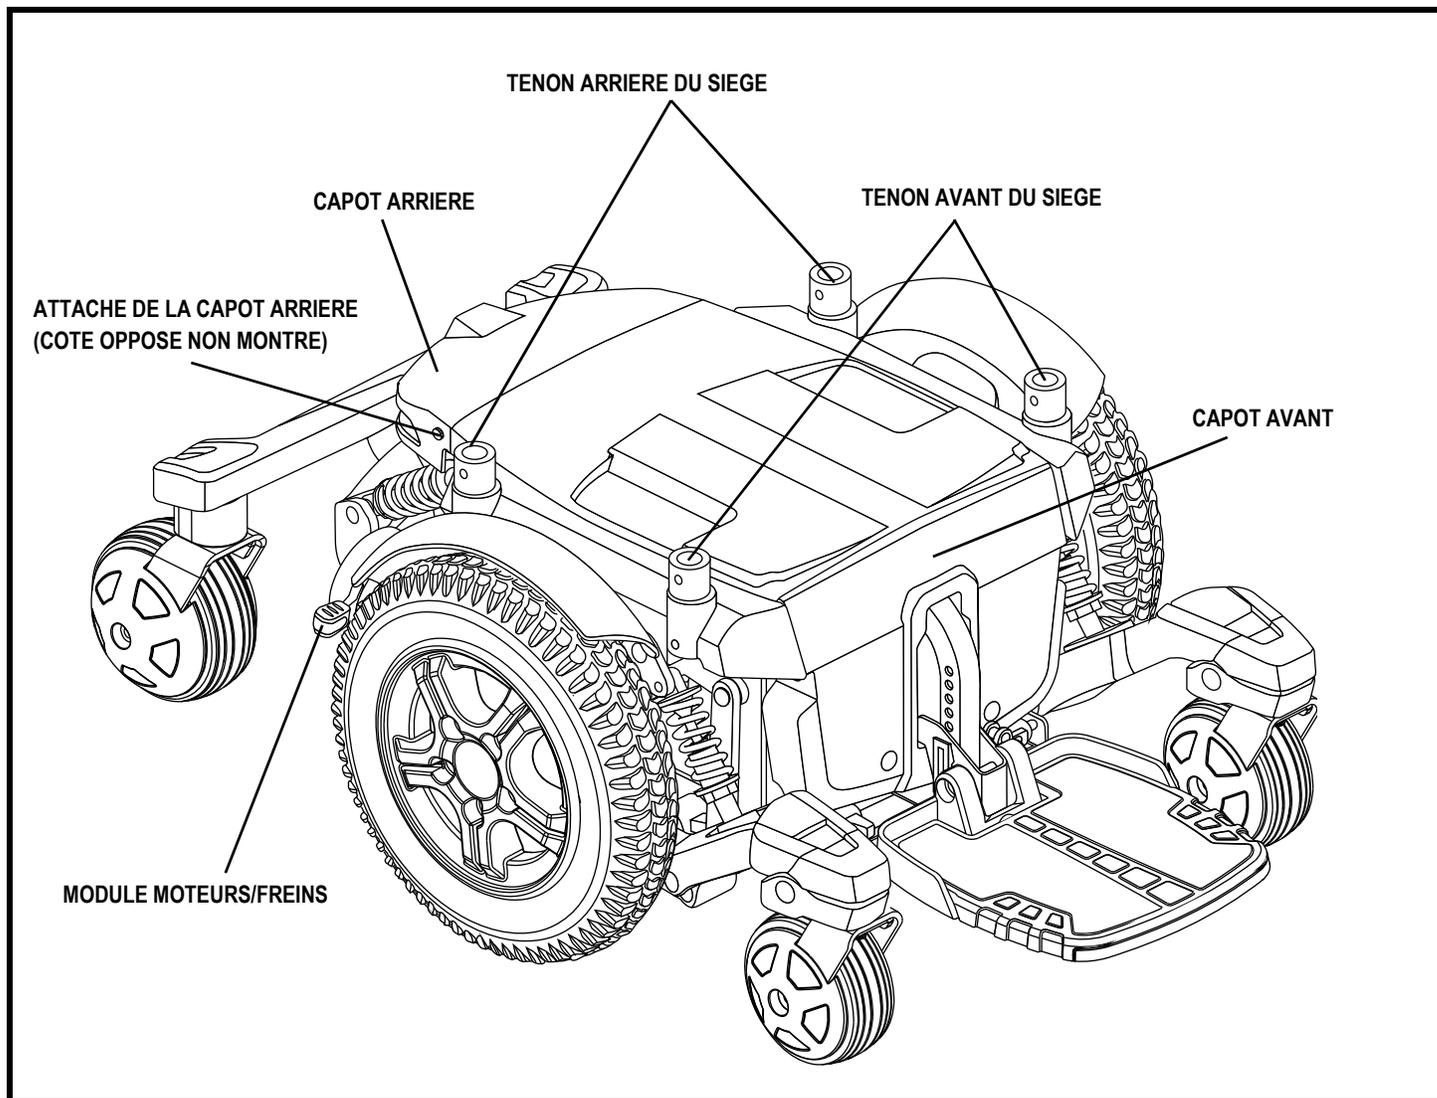

Figure 6. Base motorisée de Quantum 6000
5. Tournez les attaches du capot un quart de tour dans le sens opposé aux aiguilles d'une montre. **Voir la figure 6.**
7. Réinstallez le capot puis resserez les fixations. **Voir la figure 6.**
7. Desserrez les fixations sur le capot et retirez-le. **Voir la figure 6.**
3. Desserrez les fixations sur le capot et retirez-le. **Voir la figure 6.**